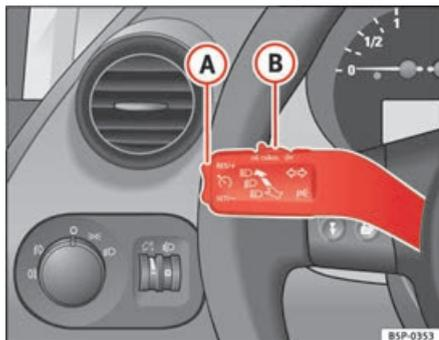

Abb. 147 Blinker- und Fernlichthebel: Schalter und Wippe für die Geschwindigkeitsregelanlage
- Schieben Sie den Schalter ⇒ Abb. 147 **(B)** nach links auf **ON**.